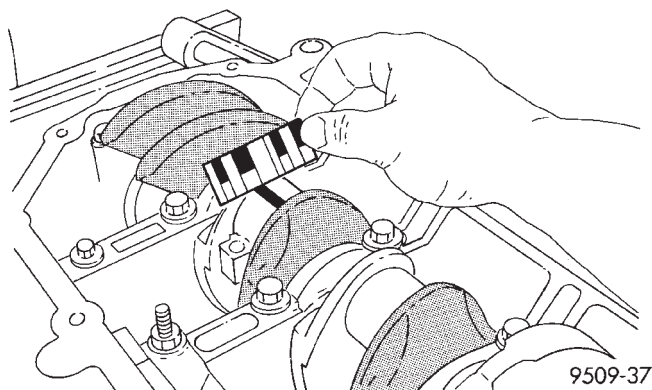

Fig. 7 Luz del cojinete de biela
(1) Siga el procedimiento que se especifica en la sección Procedimientos convencionales de servicio para la medición de la luz del cojinete principal y la luz del cojinete de biela (Fig. 7). Para informarse sobre las especificaciones, consulte el Cuadro de especificaciones de biela.